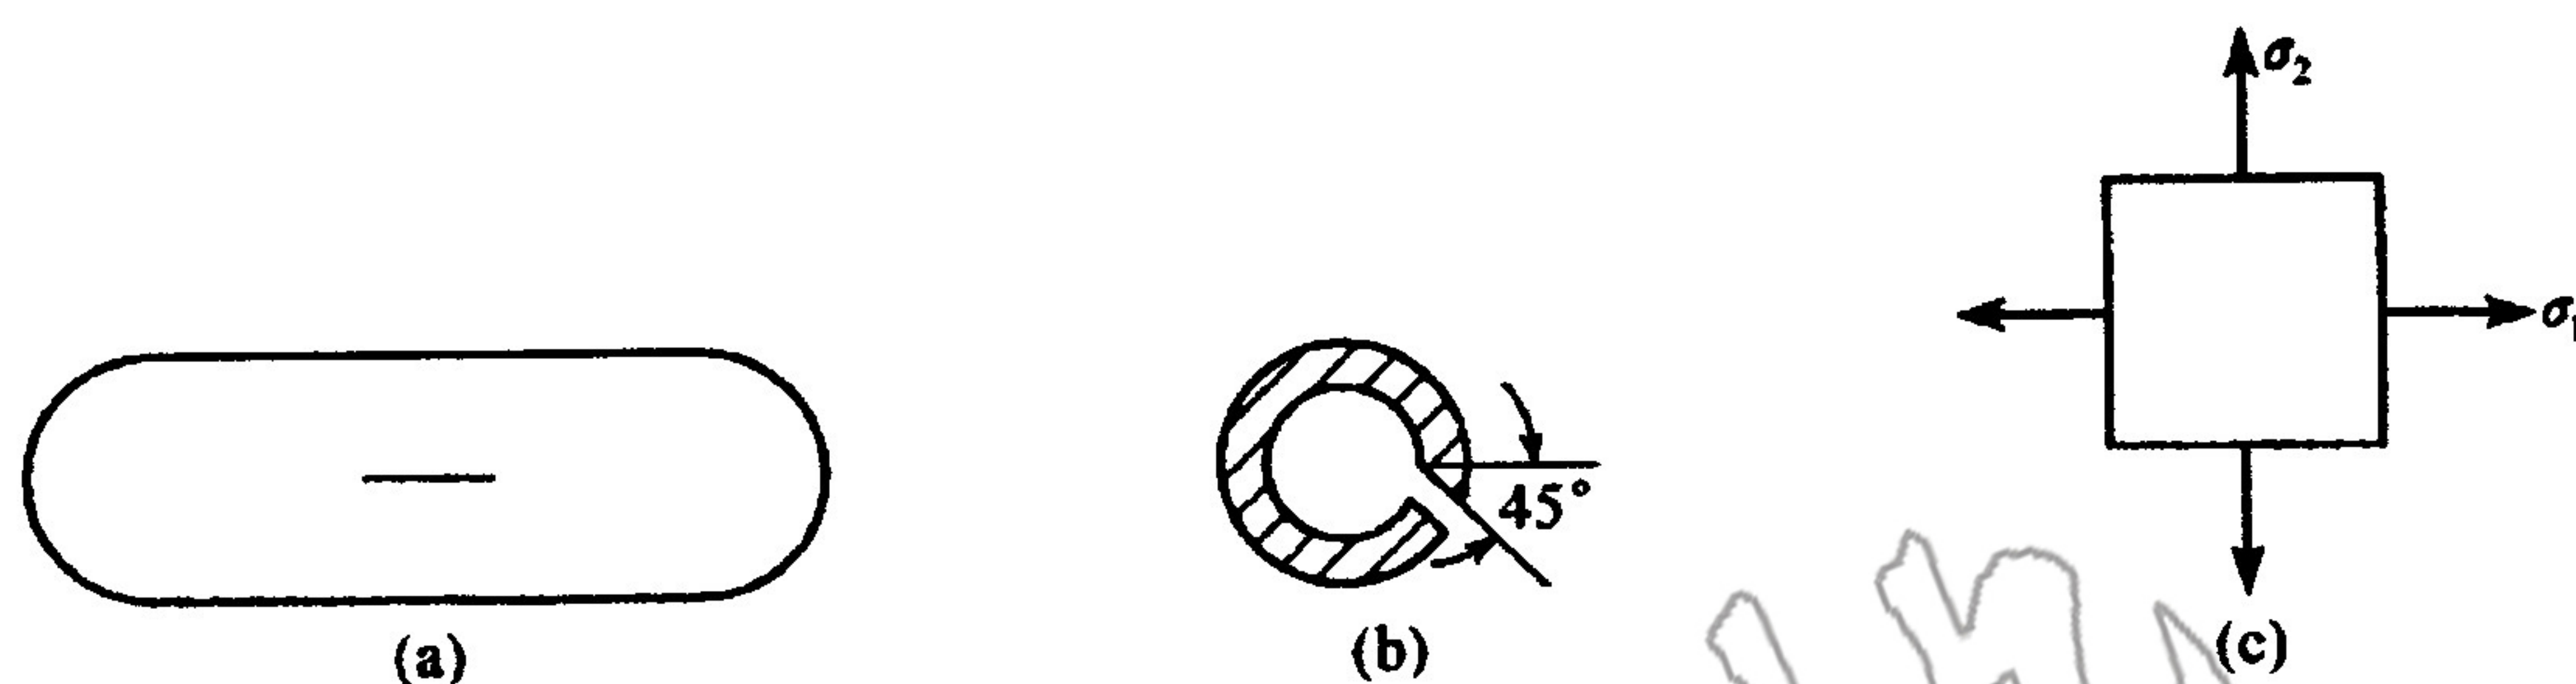

图 7.8
10. 钢制圆柱形薄壁容器，在受内压破裂时，其裂纹形状及方向如图 7.8 所示，引起这种破坏的主要因素是( )